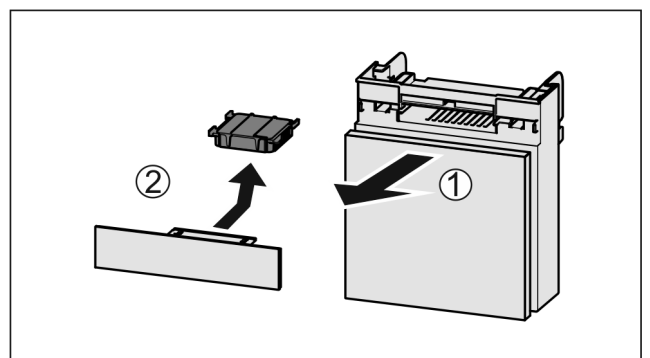

Fig. 142
- Estrarre il vano tirando in avanti Fig. 142 (1).
- Rimuovere il filtro a carboni attivi Fig. 142 (2).